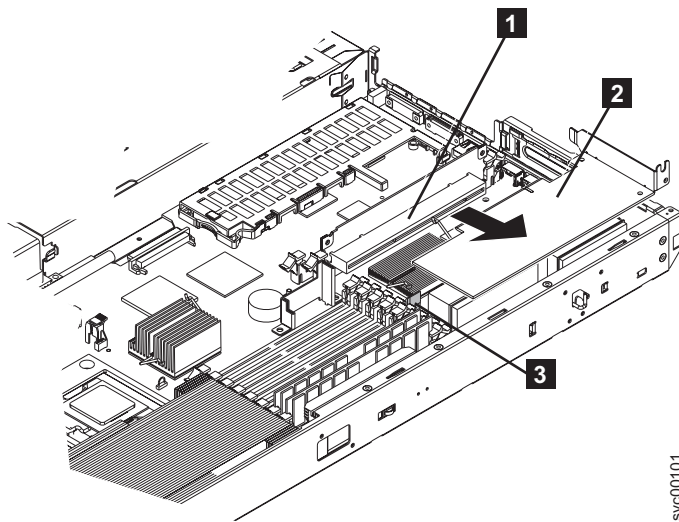

図 177. SAN ボリューム・コントローラー 2145-8F2 ライザー・カードおよびロー・プロファイル・アダプター
- a. 213 ページの図 177 に示すように、カードの青色のアダプター・サポートを押さえ、ライザー・カード・アセンブリーの、エッジ・コネクタから引き出します。